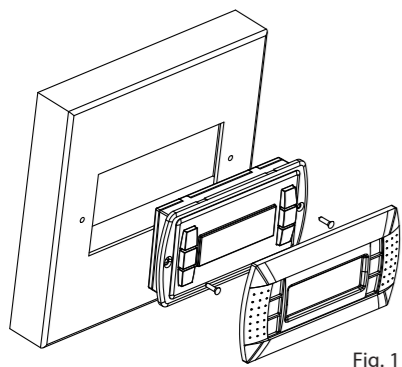

Fig. 1
- Wsunąć terminal ze zdjętą ramką przednią do otworu i przymocować urządzenie do panelu za pomocą śrub z łbem wpuszczanym, dostarczonych w opakowaniu, jak pokazano na Rys. 1;
- Insert the terminal, with the front frame removed, into the opening, and fasten the device to the panel using the flush-head screws, supplied in the packaging, as shown in Fig. 1;